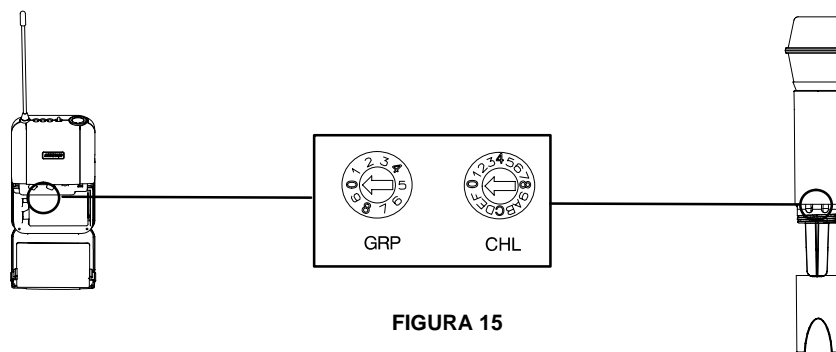

FIGURA 15
1. Apague el emisor y abra el compartimiento de la batería para acceder a los controles de GRP (grupo) y CHL (canal). Consulte la Figura 15.